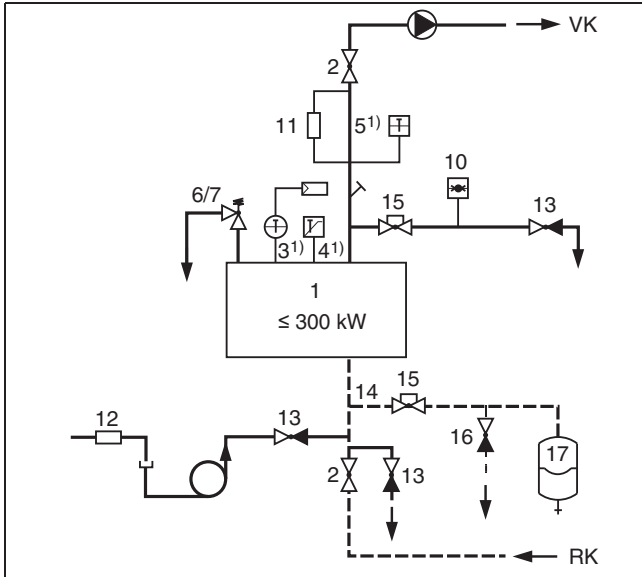

Рис. 35 Приборы безопасности по EN 12828 для котла = 300 кВт с STB ≤ 110 °С (прямой нагрев)
1) (рис. 35 и 36) базовая комплектация системы управления котла: максимально достигаемая температура подающей линии в сочетании с системами управления Logamatic примерно на 18 К ниже температуры отключения (STB).
#### Пояснения к рис. 35 и 36: